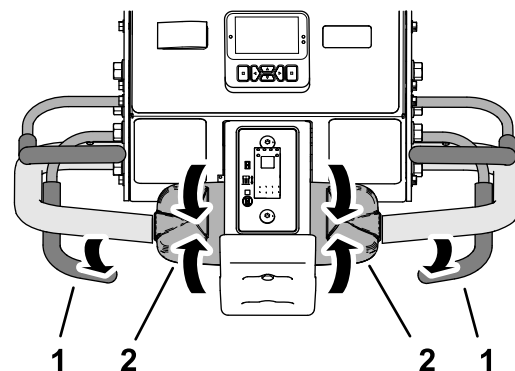

Figura 89
1. Si usted bajó el cabezal de perforación, suelte la barra de aireación (Figura 89).